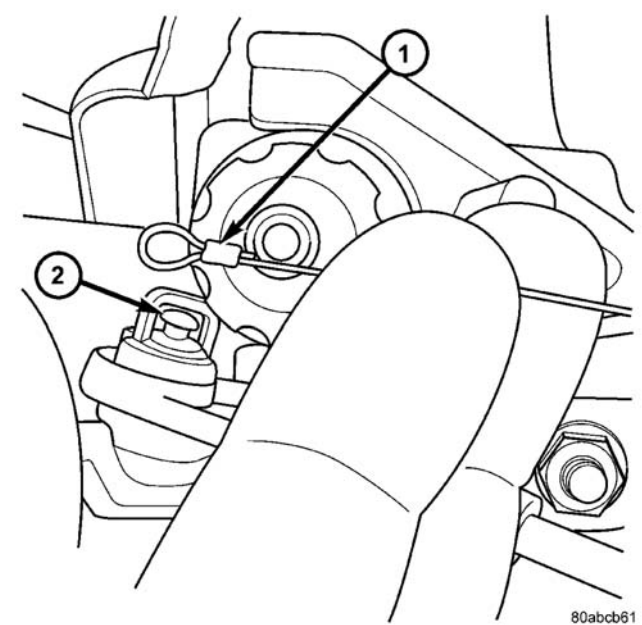

图 172 PRNDL 拉线
- (6) 从换档杆断开 PRNDL (变速定位) 拉线 (图 172)。